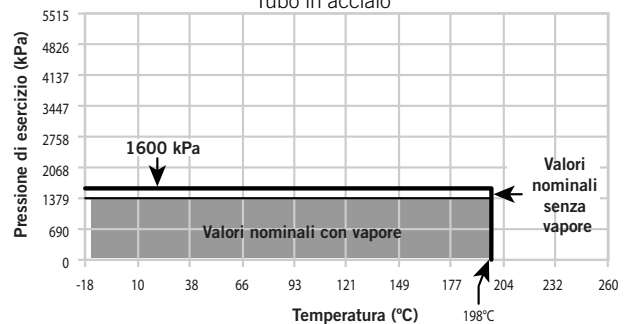

Figura 2: Tubo in acciaio al carbonio secondo EN 10216-1 P235TR1
- Per le applicazioni senza vapore con tubi in acciaio al carbonio a parete sottile conformi a EN 10216-1 P235TR1, le giunzioni che utilizzano il giunto tipo 870 assicurano pressioni di esercizio dal vuoto spinto (29,9 pollici Hg/760 mm Hg) fino a 232 psi/1600 kPa/16 bar, a seconda della temperatura massima del sistema. Consultare la figura 2 per una specifica valutazione di pressione/temperatura.